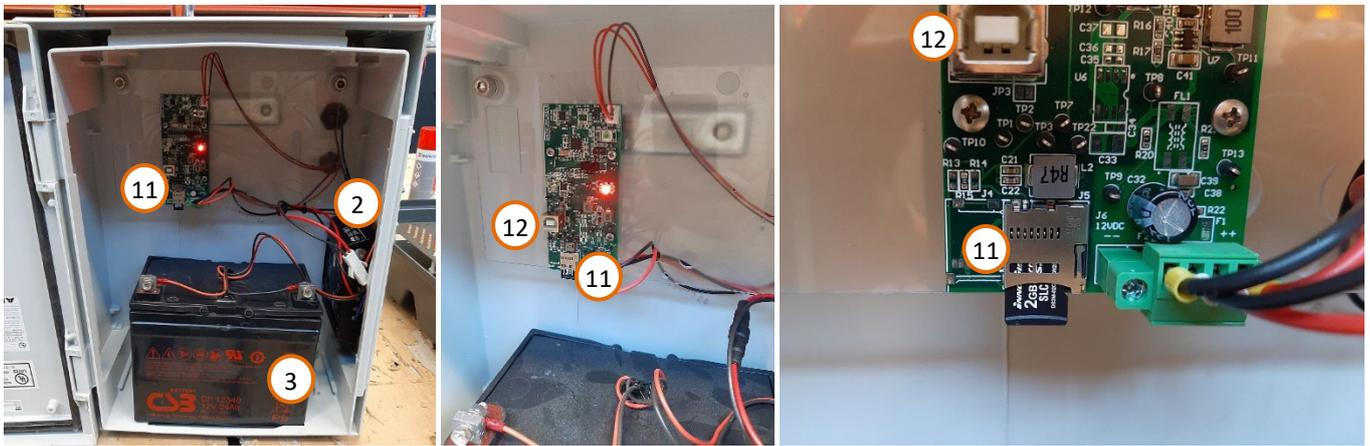

Figure 13 : coffret avec lecteur de carte SD
1. Installez l'armoire au pied du poteau, sous le TMA-3B3. Insérez des colliers d'un diamètre adéquat dans le support (10) à l'arrière de l'armoire.
3. Figure 11, p. 9, repère 7) ou une carte SD dans le lecteur (Figure 13, repère 11).
- Pour les armoires équipées du lecteur de carte SD optionnel, la configuration se fait à l'aide du port USB-B (Figure 13, repère 12).